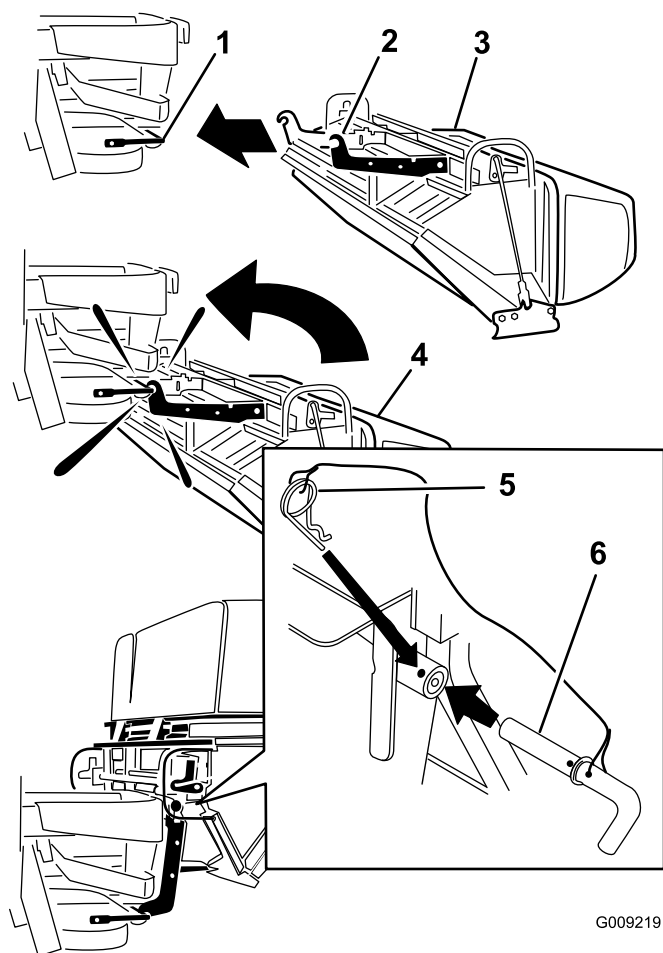

Figure 9
1. Coloque el ensacador boca abajo (Figure 9).
2. Deslice los ganchos sobre el soporte de montaje inferior (Figure 9).
4. Alinee el orificio del ensacador con el soporte de montaje superior (Figure 9).
5. Instale el pasador en cada lado, sujetándolo con la chaveta (Figure 9).